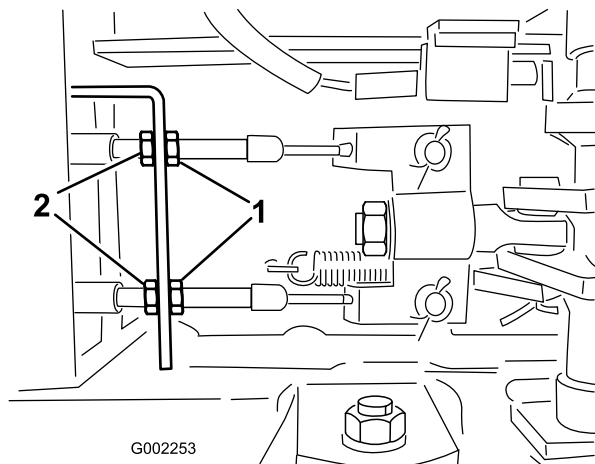

Bild 54
5. Lösen Sie die vorderen Muttern an den Bremskabeln unter der Vorderseite des Sprühfahrzeugs (Bild 54).
6. Ziehen Sie die hinteren Muttern gleichmäßig an, bis das Spiel des Bremspedals 1 bis 2 cm beträgt, bevor Sie einen Widerstand spüren (Bild 54).